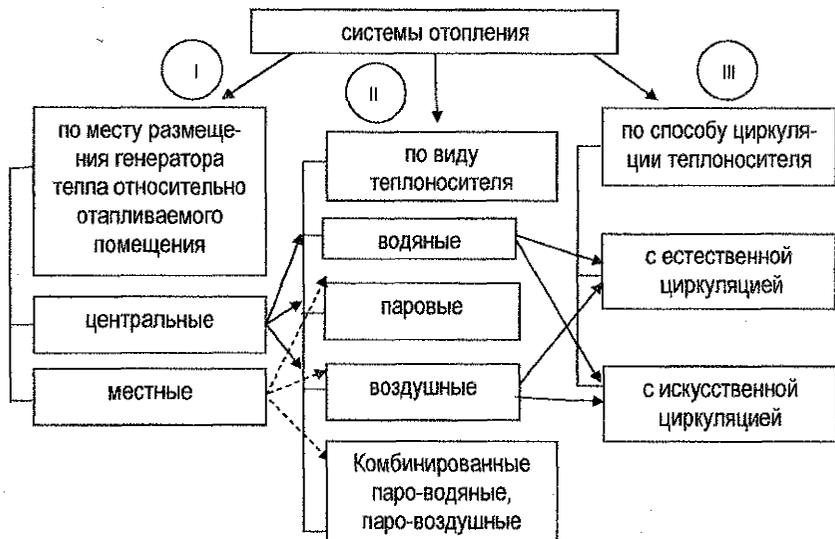

Рисунок 10.1 – Классификация систем отопления
**ЗАДАНИЕ 5.** Изучить существующие системы отопления по рис. 10.1.